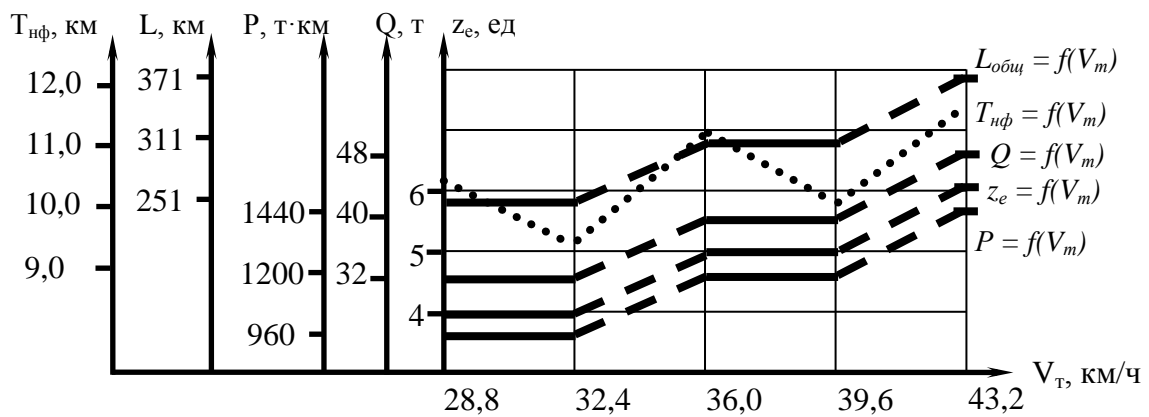

Рис. 2. Изменение выработки автомобиля в микросистеме при изменении V_m
В качестве примера рассмотрим влияние изменения аргумента (среднетехнической скорости V_m), на функционирование микросистемы, расчёт выполнен по формулам (5) – (16), результаты представим в табличной форме (табл. 2) и на графиках (рис. 2).